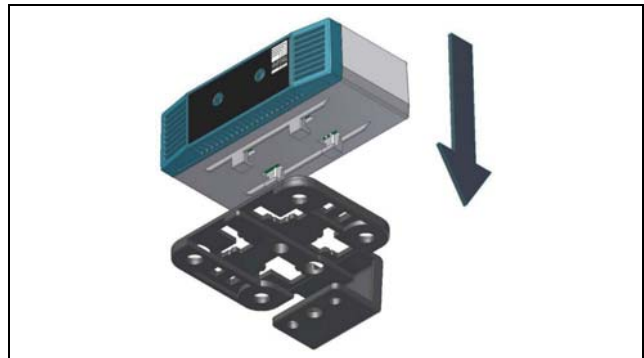
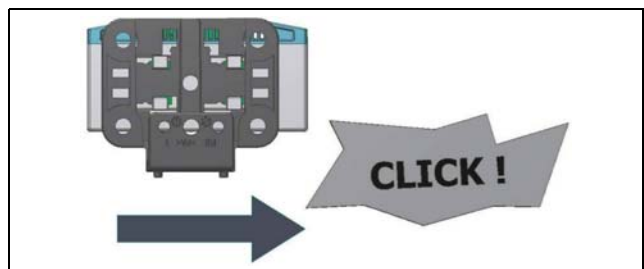

Рис. 2: Установка датчика на держатель
Рис. 3: Фиксация датчика на держателе
- Затем установите датчик перепада давления на держателе (рис. 2) и зафиксируйте его (рис. 3).